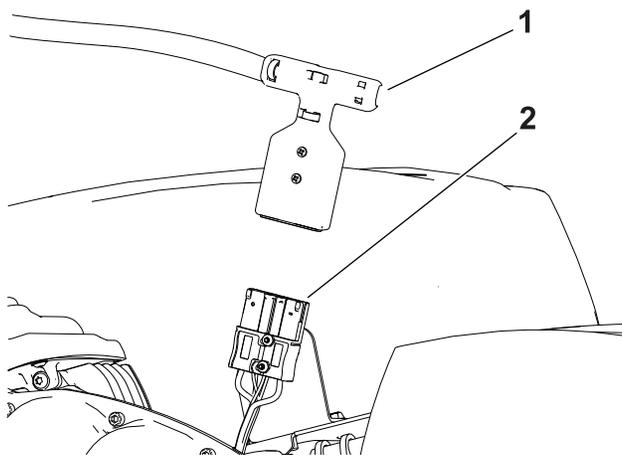

図 29
4. メインのワイヤハーネスからのT字コネクタを、バッテリーのベース部にある主電源コネクタから外す 図 29。